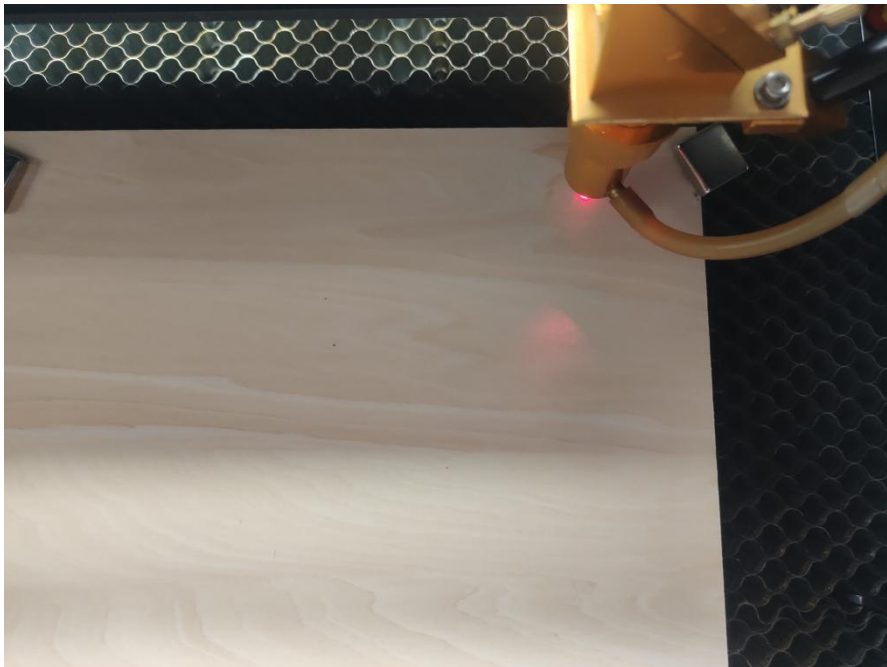

图 5-1
- 1、将需要切割的板材固定在蜂窝板上。如图 5-1（注：板材可能会受潮弯曲，可以用吸铁石固定角落）